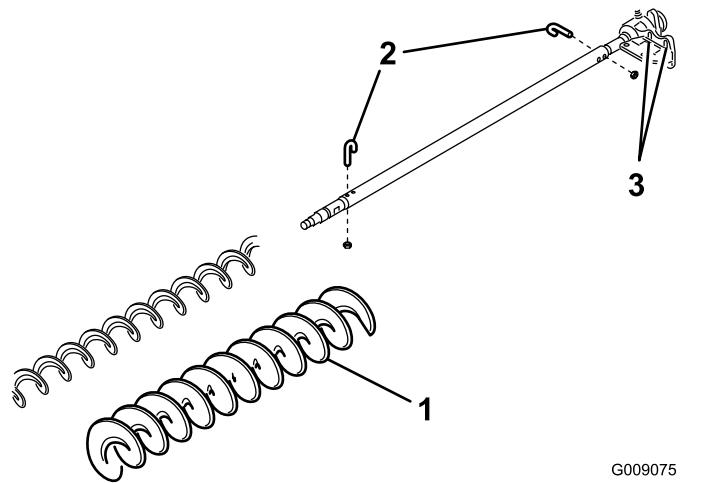

図38
3. ボルトとナット各2を外す図38。
4. ブラシシャフトについている既存のブラシを抜き取る図38。
5. 駆動側ベアリングハウジングをベアリングハウジング取り付けブラケットに固定しているボルト各2本とワッシャおよびナットをゆるめる図38。
6. ブラシシャフトに、高刈り用ブラシを取り付ける図38。
7. 先ほど外したJボルトとナット各2を使って、ブラシをシャフトに固定する図38。